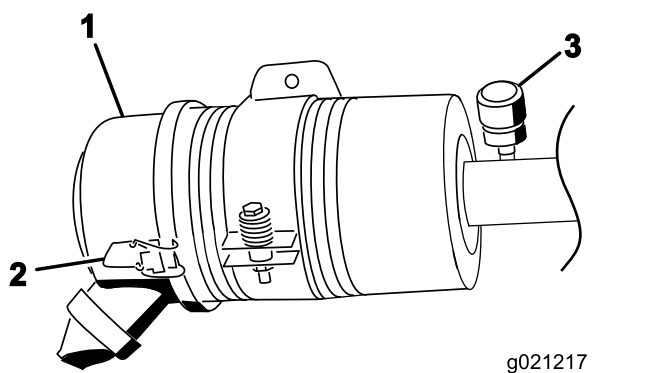

Figura 72
Faça a manutenção ao filtro de ar apenas quando o indicador de manutenção o exigir (Figura 72). Mudar o filtro de ar antes de ser necessário apenas aumenta a possibilidade de entrar sujeira no motor quando retira o filtro.
1. Liberte os trincos que fixam a cobertura do filtro de ar ao respetivo corpo (Figura 72).